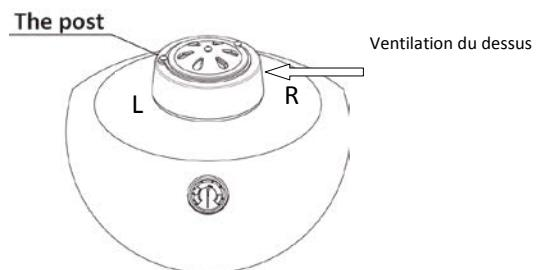

Figure 6
**ÉTAPE 8** Fermez le dôme du gril et placez l'appareil de ventilation du dessus en acier inoxydable 304 sur le dessus le col du dôme. Tournez la base de l'appareil de ventilation du dessus pour vous assurer que sa tige soit sur le côté gauche. Cela évitera que les clapets glissent lorsque le dôme est ouvert (Voir figure 6)